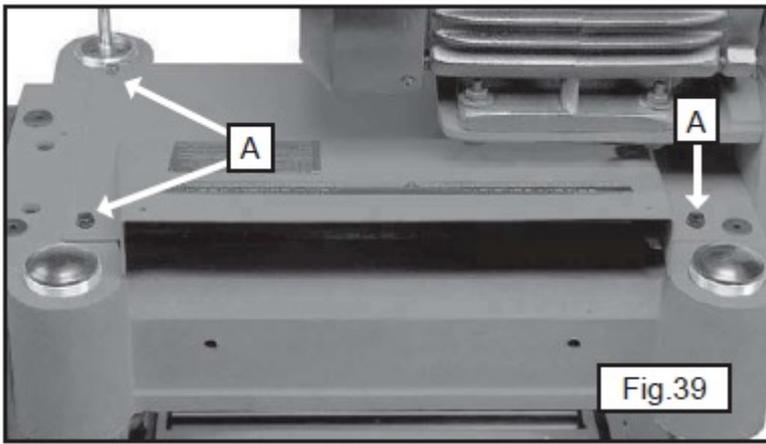
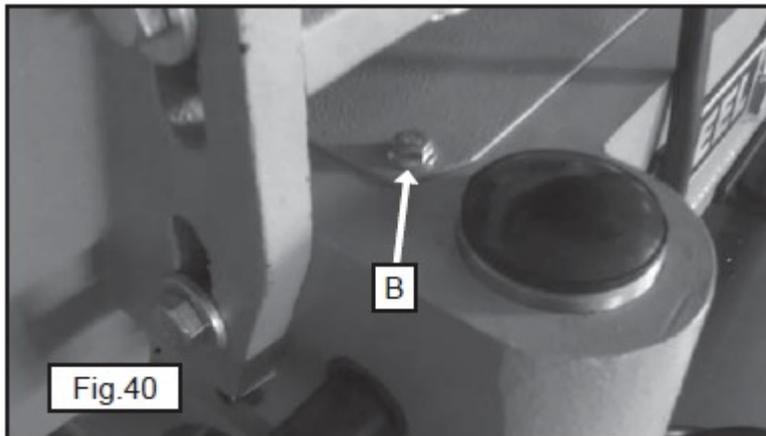

Рис. 39
Рис. 40
1. Вывернуть четыре винта, три из которых показаны на позиции (А), рис. 39, и винт (В), рис. 40.